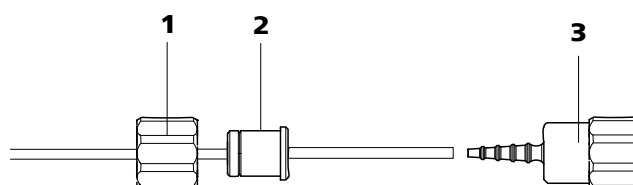

Figure 23 Installer une connexion pour tuyau de pompe sans filtre
- **Cas B:** une connexion pour tuyau de pompe **sans filtre** 6.2744.160 (voir Figure 23, page 41).